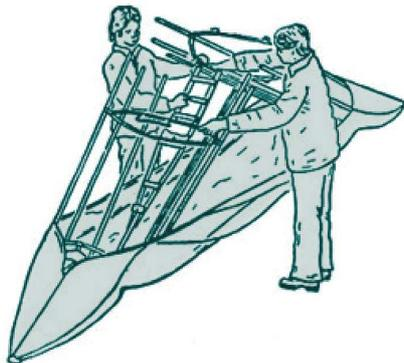

Рисунок 6.
6. Приподнимите носовую и кормовую части каркаса (рис.6). Важно правильно установить кильсон. Совместите шипы на конце кильсона носового 8 с отверстиями на торце кильсона кормового 9 (рис. 7а, 7б).